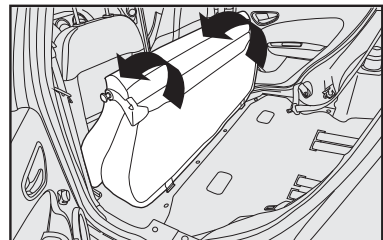

fig. 94
5) Em seguida, rebater o banco traseiro inteiro para a frente **fig. 94** de maneira a obter uma única superfície de carga **fig. 94**. Se for necessário, deslocar um pouco os bancos dianteiros para frente.